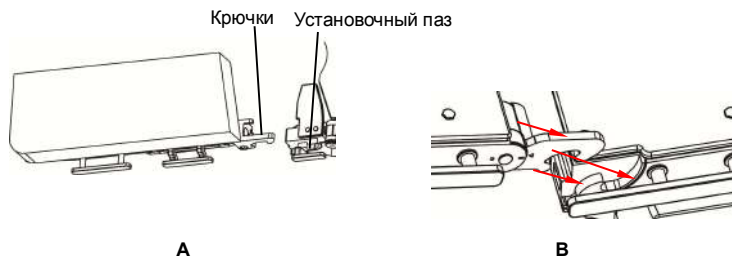

Рис. 2-41. Установка двухшарнирной ножной секции
2. Вставьте крючки ножной секции в установочные пазы, как показано на Рис. 2-41. (А). Должен раздаваться щелчок, обозначающий надежное закрепление ножной секции.
3. Убедитесь в том, что крючки полностью вошли в пазы, как показано на Рис. 2-41. (В).